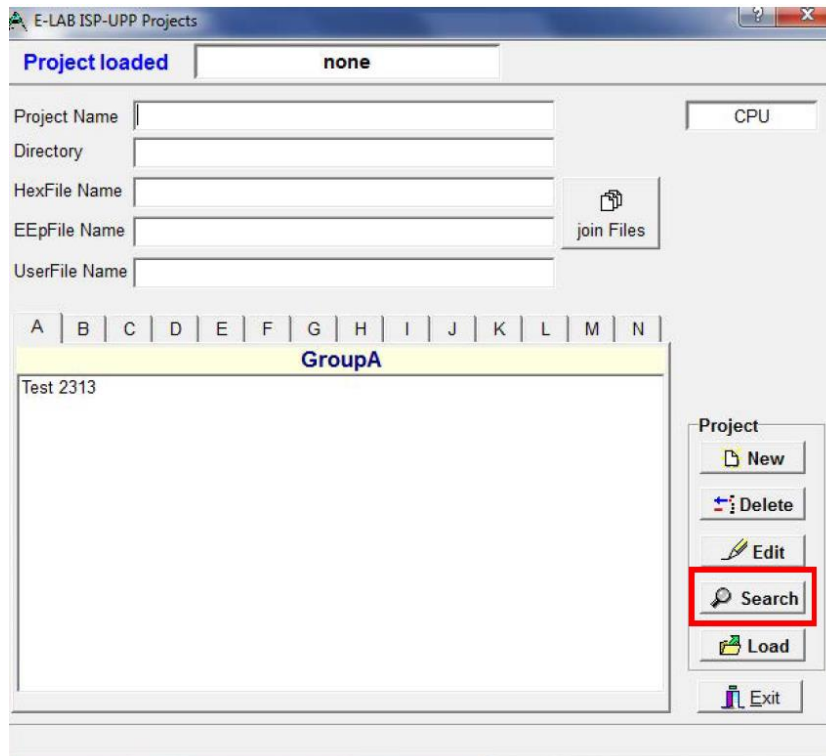

Рисунок 3
1.2.3 Нажмите на «Search», чтобы найти необходимый файл встроенного ПО (рисунок 3).